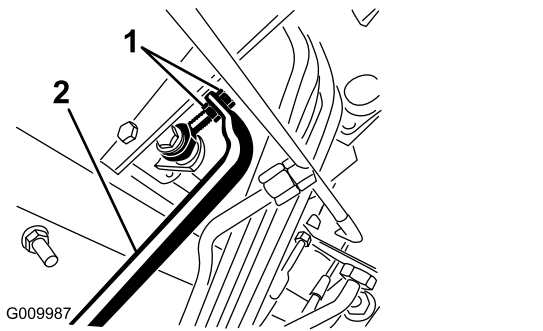

図 109
5. ポンプのロッドの端部についているジャムナットを調整する前進回転をなくすにはポンプのコントロールチューブを前へ動かし、後退回転をなくしたい場合には、後ろへ動かす 図 109。